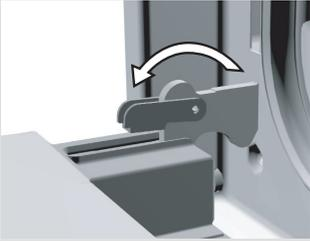

Abb. 1
- Fassen Sie die Glasscheibe am unteren Rand an, ziehen Sie sie leicht zu sich und heben Sie sie an Nicht zu viel! Höchstens 10 mm, damit der Dorn des Glaträgers aus dem Spalt austritt (Abb. 1).
- Heben Sie die Träger auf der linken und rechten Seite der Backofentür leicht an (Markierung 1 auf dem Träger) und ziehen Sie sie dann von der Glasscheibe weg (Markierung 2 auf dem Träger) (Abb. 1).
- Öffnen Sie die Backofentür und drehen Sie die Aushängesperre bis zum Anschlag zurück – das gilt für das klassische Schließsystem (Abb. 1).